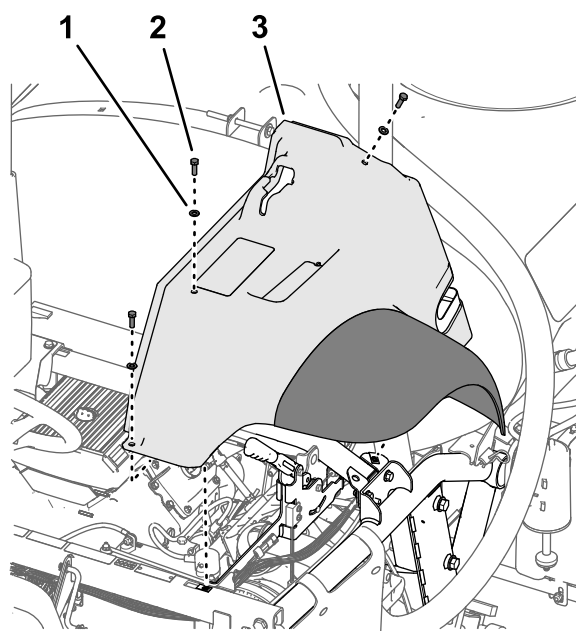

Рисунок 244
4. Установите, не затягивая, крыло на раму (Рисунок 244) при помощи трех болтов (5/16 x 1 дюйм) и трех шайб (5/16 дюйма), снятых при выполнении пункта 2 раздела Снятие левого переднего крыла (страница 14).